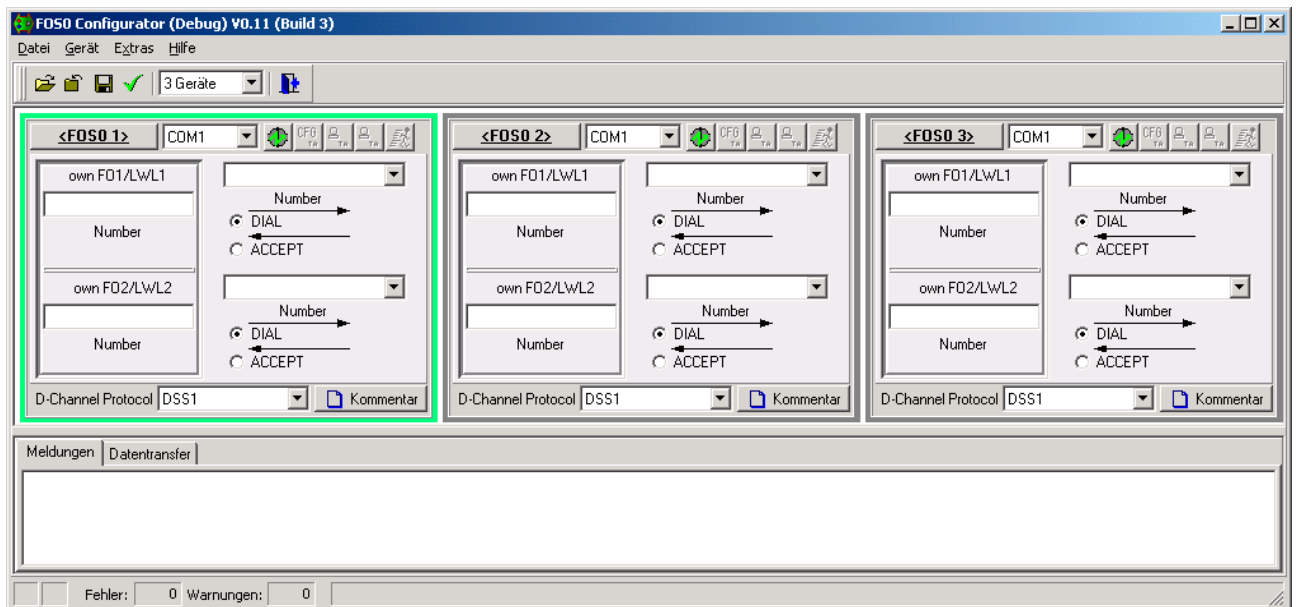

Bild 14 Parametrierung für 3 Enden, Wahlleitungskonfiguration
- Festlegung des verwendeten D-Kanal-Protokolls im Drop-Down-Menü (D-Channel Protocol, hier im Beispiel für die Wahlleitung DSS1, Bild 14).